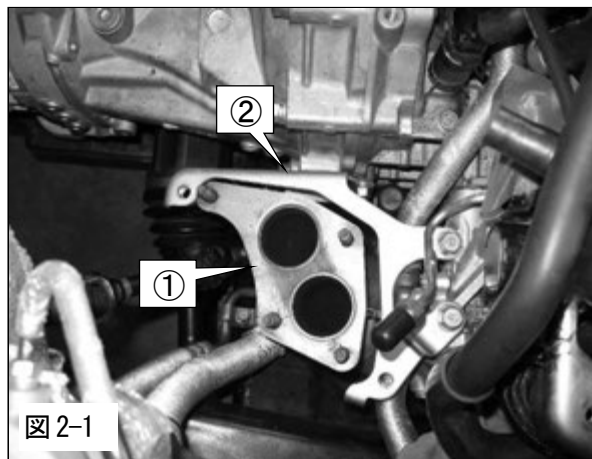

図2-1
- (1) ①ターボチャージャジョイントパイプのエキマニ側のボルトを取外し、②ターボチャージャブラケットを取外してください。(図2-1)
(図 2-1)